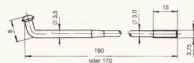

Bild 212
- Speichen mit geraden Nummern werden von aussen nach innen in die Bohrungen der Nabe eingeführt (Innenspeichen). Speichen mit ungeraden Nummern werden von innen nach aussen durch die Nabenbohrungen geführt (Aussenspeichen). Siehe hierzu Bild 212!